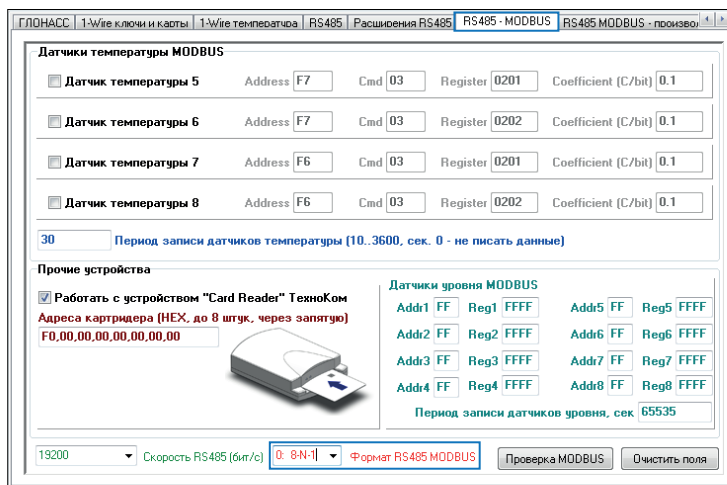

Рис.42. Состояние проверки при неисправности входов/выходов
- Формат передачи данных шины RS-485-Modbus должен быть 8-N-1 (**Рис.42**);